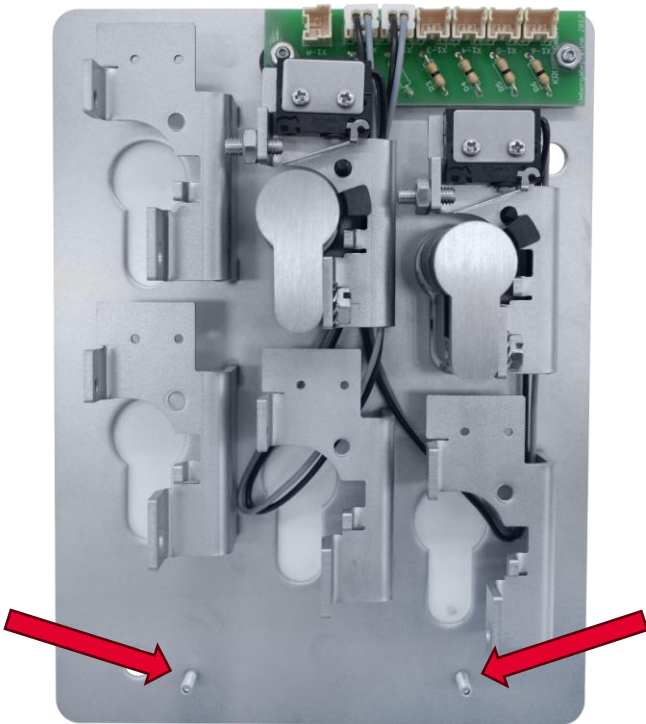

Abb. 3: Rückseite OSÜ – Gesamtansicht
2) Neue Übergabeplatine auf den unteren Gewindebolzen des OSÜ-Blechs montieren (s. Abb. 3; rote Pfeile).